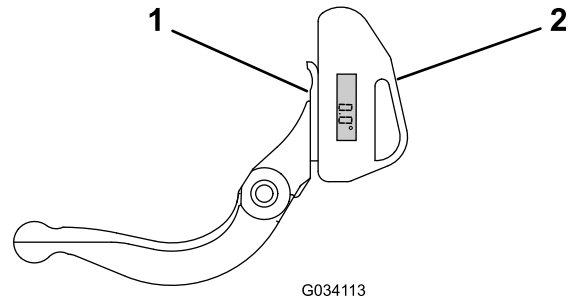

図 25
1. 図 25に示すように、ベッドナイフの底部に傾斜計をセットする。